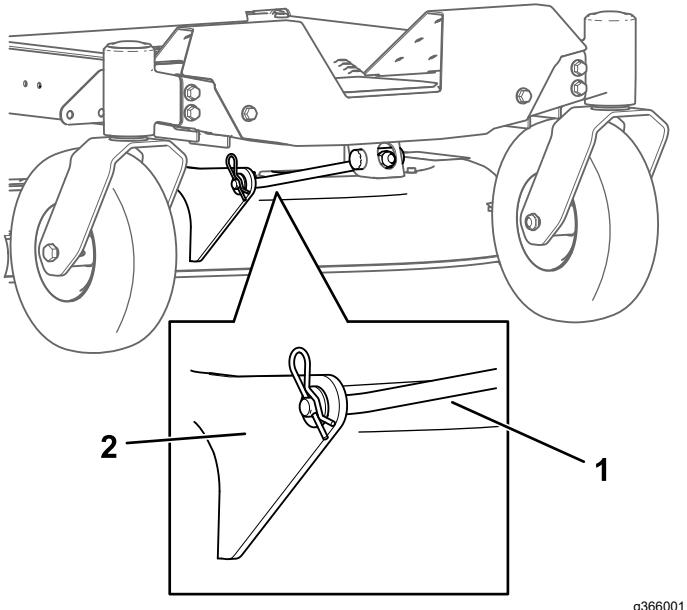

Figura 64
4. Retire la chaveta de la varilla de soporte delantera y retire la varilla del soporte de la carcasa (Figura 64).
- Conecte la varilla de soporte delantera a la carcasa de corte con el pasador y la chaveta (Figura 64).